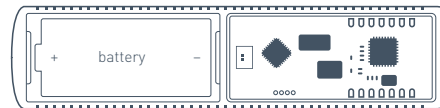

Рис. 5. Вид датчика со снятой верхней крышкой
- 6.3 Своевременно заменяйте батарею питания на новую. При разряде батареи датчик передает соответствующий сигнал на центральный блок сигнализации. Когда батарея разряжена, при каждой сработке, в том числе по тамперу, датчик кроме обычной индикации осуществляет включение и плавное гашение светодиода. Для смены батареи подденьте защелку «1» (Рис. 3) и снимите верхнюю крышку датчика. Замените батарею «battery» (Рис. 5) на новую, типа CR123A.